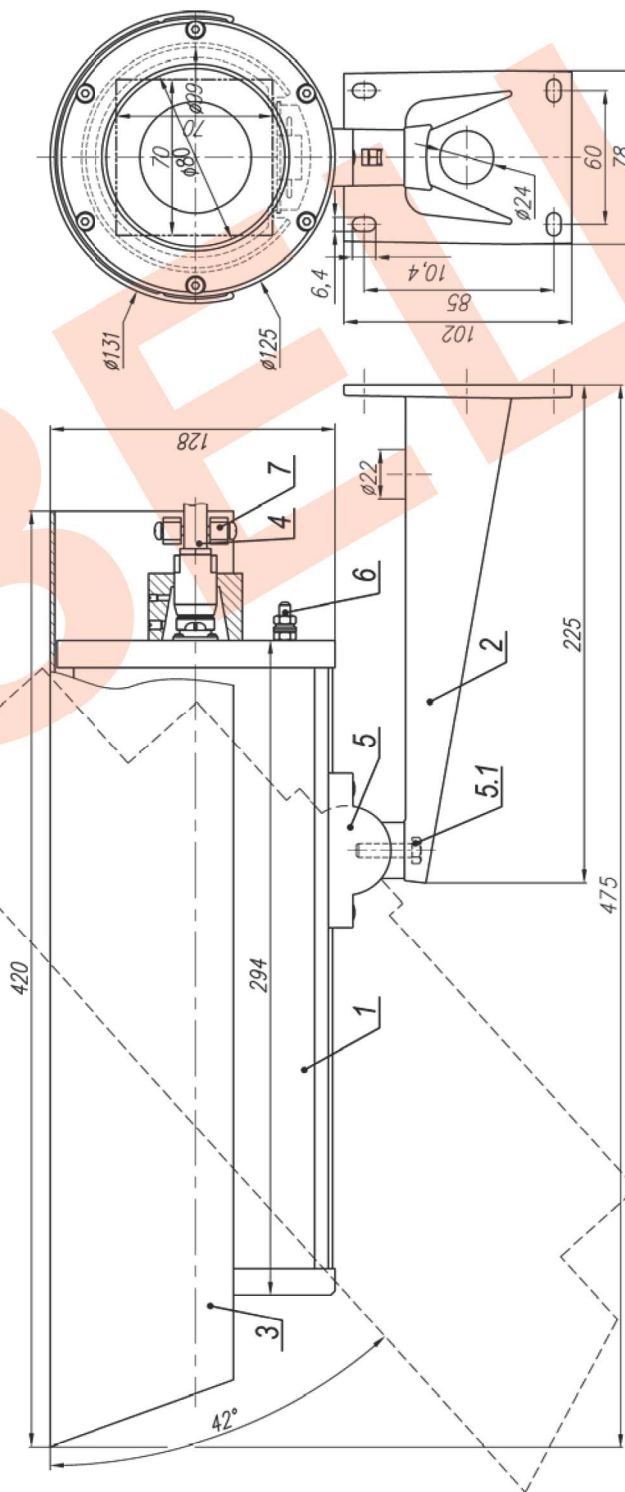

Рис.1 Габаритные и установочные размеры ТВК-82 IP Ex
2. Ослабив болт фиксации шарнира (поз.5.1 рис.1), установить гермобокс на нужное направление обзора, после чего надёжно зафиксировать шарнир затянув болт.
3. Заземлить гермобокс с помощью болта заземления (поз.6 рис.1).
Состав изделия: (см. рис.1)